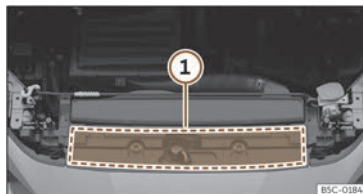

Fig. 198 En el vano motor: zona de ubicación de la etiqueta de aceite de motor
se encuentra en la parte delantera en el vano motor >>> **fig. 198** (1). Si utiliza el aceite de motor recomendado, se puede corregir el nivel del llenado tantas veces como sea necesario.